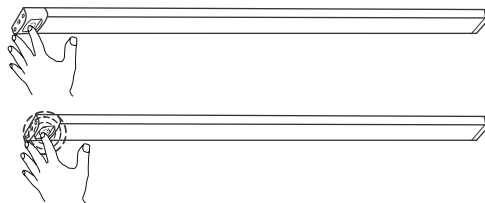
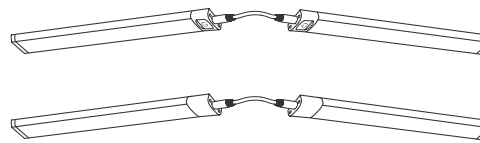

Рис. 2. Управление светильником
Рис. 5. Подключение светильников моделей «К» к источнику питания
К	<p>Для артикулов (99021531235-D, 021531206-D): Для включения / выключения освещения, произведите короткое касание рукой к датчику расположенному на корпусе основного модуля.</p> <p>Для диммирования (6% – 100%) коснитесь датчика рукой и удерживаете касание до выбора нужного уровня освещения (рис. 2);</p> <p>Дополнительный модуль включается / выключается за счет управления основным модулем. Для подключения к основному модулю, необходимо использовать соединительные кабели или коннектор, входящие в комплект (рис. 5);</p> <p>Для артикулов (9021531235, 9021531206): Светильник снабжен инфракрасным сенсором и работает в двух режимах:</p> <p>Режим 1: Для включения / выключения освещения, произведите короткое движение рукой рядом с датчиком на расстоянии 1-3 см (рис. 3);</p> <p>Режим 2: На корпусе светильника расположен переключатель (рис. 4), в случае выбора режима 2, светильник будет автоматически включаться при удалении любого предмета рядом с датчиком – режим открытый ящик.</p>
- Светодиодные модульные светильники можно соединять между собой для увеличения длины освещения (рис. 5), для этого необходимо дополнительно приобрести дополнительный модуль и приобрести сетевой источник питания GAUSS 36 Вт для модульной системы (артикул GAA001), если необходимо подключить два и более дополнительных модуля к основному светильнику;